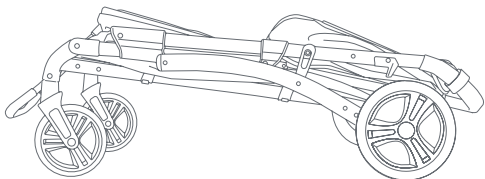

Fig. 8d
• Para un pliegue compacto, asegúrese de que todas las piezas de tela estén cuidadosamente metidas (Fig. 8d).